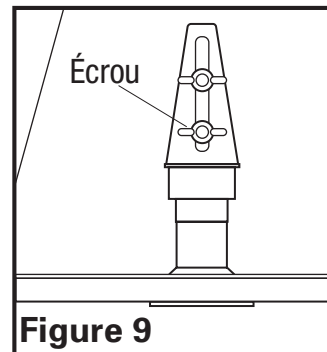

Figure 9
- 2 Trouvez le support de lampe monté sur le mur arrière de la hotte (Figure 9).